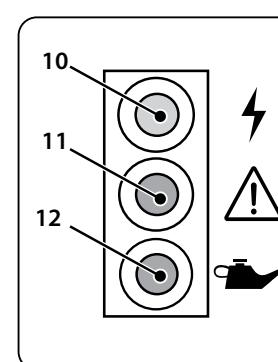

рис. 7
Индикатор переменного тока (10) (зеленый) (рис. 7) сигнализирует о включенном генераторе и нормальной его работе.
Индикатор перегрузки (11) (красный) (рис. 7) загорается, когда фиксируется перегрузка или возрастает выходное напряжение генератора.
Индикатор низкого уровня масла (12) (красный) (рис. 7) сигнализирует об уровне масла ниже допустимого. Когда уровень масла падает ниже минимального, двигатель автоматически останавливается, при этом выключатель двигателя остается в положении «ВКЛ». Двигатель не запустится, пока не будет добавлено необходимое количество масла.